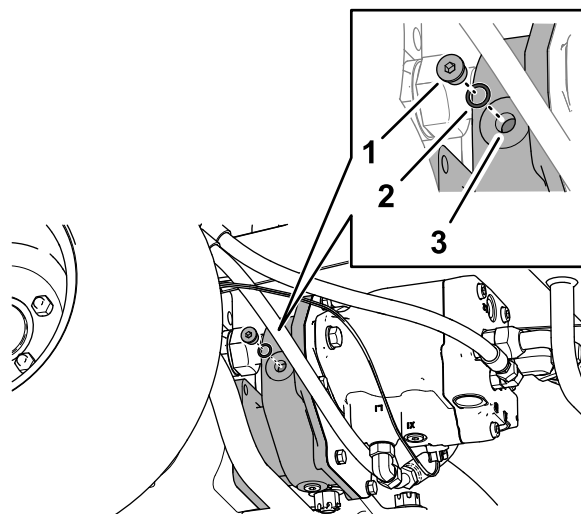

Figura 99
2. Retire el tapón de verificación/llenado del lado izquierdo de la caja del reductor de engranajes (Figura 99).